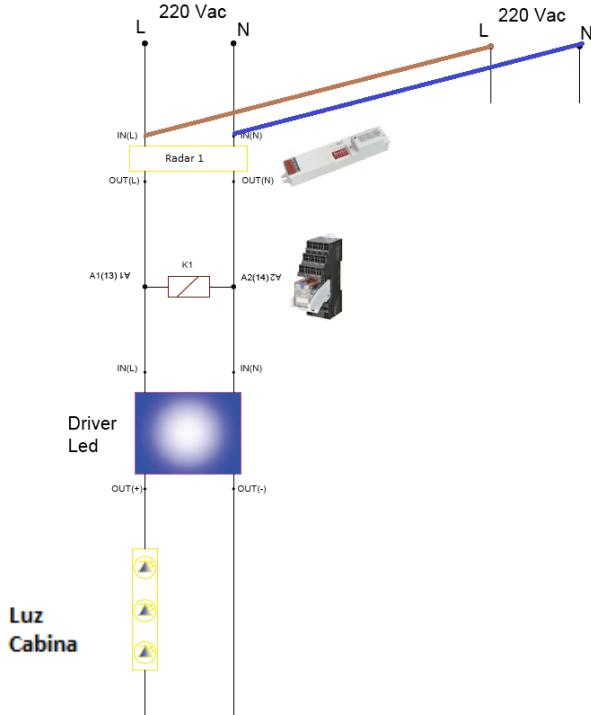

Fig. 4
- IV. De la entrada del Radar 1, sacaremos una línea de alimentación (L-N) para alimentar el KIT GERMICILED (Fig. 4).